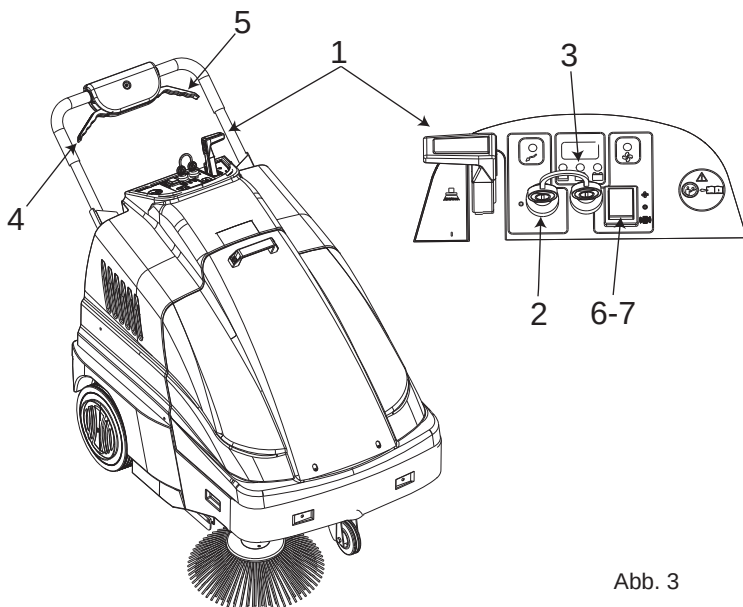

Abb. 3
- Den Hebel zum Anheben des Besens (Pos. 1 Abb. 3) auf „0“ stellen.
- Der Seitenbesen Pos. 1 Abb. 3 muss auf „0“ stehen.
- Den Schlüsselschalter Pos. 2 Abb. 3 auf „I“ stellen.
- Nach Drehen des Schlüssels etwa 10 s warten, bevor sich die Maschine einschaltet. Über die Anzeige Pos. 3 Abb. 3 prüfen, dass der Akku komplett aufgeladen ist, bevor mit der Arbeit begonnen wird. Andernfalls den Akku aufladen.
- Die Absaugung einschalten, indem der Schalter Pos. 7 Abb. 3 auf „I“ gestellt wird.
Die Absaugung ausschalten, indem der Schalter Pos. 7 Abb. 3 wieder auf „0“ gestellt wird, wenn die Maschine an einen anderen Ort gefahren wird.
- Den Antriebshebel Pos. 4 Abb. 3 ziehen und mit der Reinigung beginnen. Falls erforderlich, den Hebel Pos. 1 Abb. 3 bedienen und auf „I“ stellen, um den Seitenbesen einzuschalten. Nach Beendigung der Arbeit den Seitenbesen, falls er verwendet wurde, auf „0“ stellen, die Maschine ausschalten und die Schlüssel vom Bedienfeld abziehen.
Die Ladedauer des Akkus hängt von der planmäßigen Wartung und vom Entladezustand ab. Die Akkuladung darf nicht unter den von den Anzeigelampen in Pos. 3 Abb. 3 angegebenen Grenzwert sinken. Wenn der max. Entladezustand erreicht ist, bleibt die Maschine stehen und muss aufgeladen werden, bevor sie erneut benutzt werden kann.